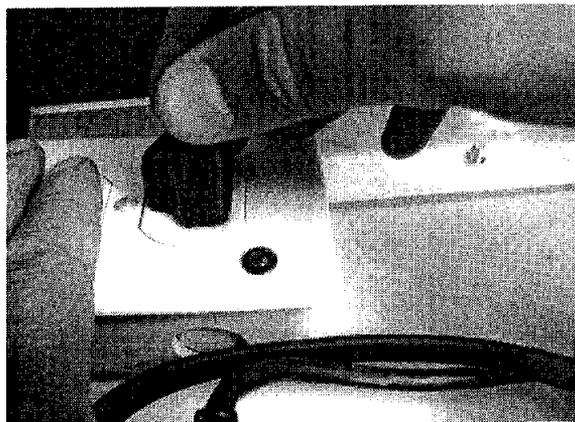

FIG. 32
- Conecte el cable de alimentación y encienda el teléfono ver fig. 32.